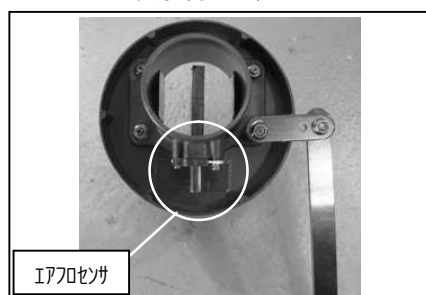

図 5
- ①エアフロアダプターへ、M4 ビスを使いエアフロセンサを取り付けます。図5 参照
- ②エアフロアダプターへアダプター、ステー、カラー、整流プレートを取り付けます。